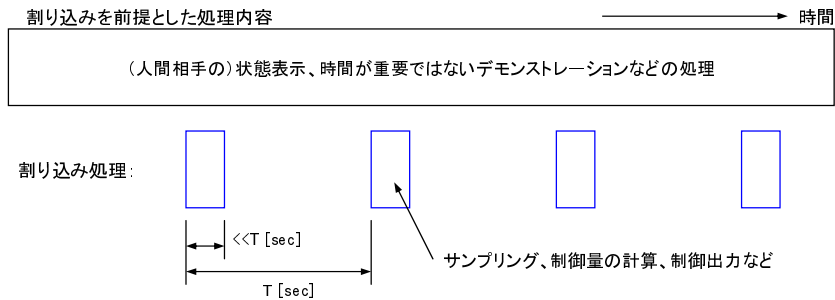

図. 4.2: 割り込み処理ルーチンの実行時間を必ず測定すること。
- (1) 割り込み制御レジスタの機能を理解する。
- (2) 割り込み要因を整理して、むやみにたくさんの割り込みを扱わない。
- (3) プログラム全体の構造を整理して、原因（割り込み要因とそれに変化する変数）と結果（変化した変数に対する応答）を把握する。
- (4) 確実に動作するプログラムから構築を初める。
- (5) 割り込み処理ルーチンでの処理時間を、実際に測定する。図 4.2 で、割り込み処理ルーチンの実行時間を測定して割り込み周期（ $T[\text{sec}]$ ）よりもずっと短いことを確認する。